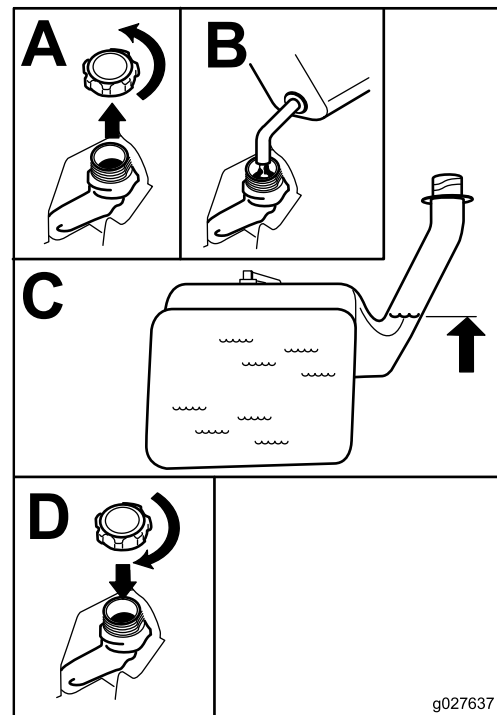

Figura 7
2. Añada gasolina sin plomo lentamente hasta que el combustible llegue a la base del cuello de llenado Figura 7.